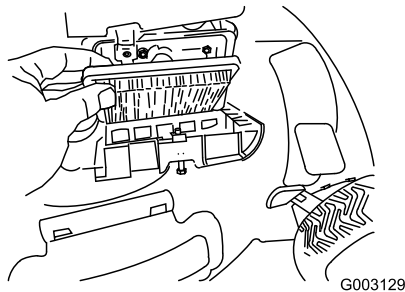

Figura 40
4. Coloque la tapa (Figura 40).